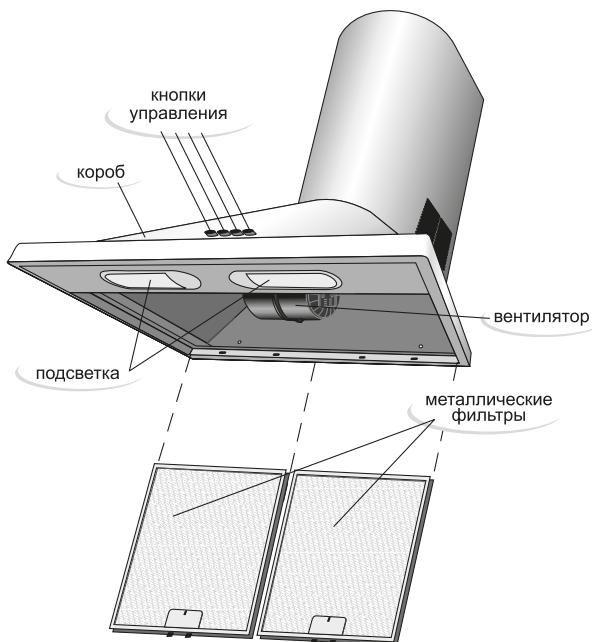
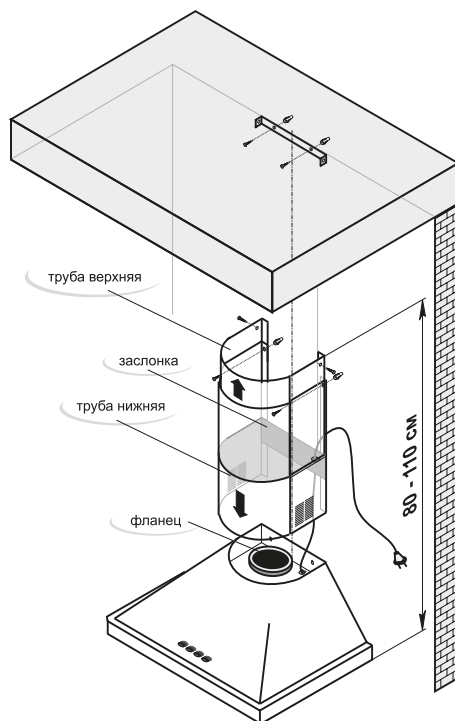

Рис. 1
Рис. 5
5.1 Внутри короба воздухоочистителя (рис. 1) располагаются вентилятор и узел подсветки. Снизу короб закрывается металлическим фильтром. На передней поверхности короба расположены кнопки управления работой воздухоочистителя. В верхней полости короба воздухоочистителя (рис.5) находится фланец для отвода очищенного воздуха.
**ВНИМАНИЕ:** МИНИМАЛЬНОЕ РАССТОЯНИЕ МЕЖДУ ПЛОСКОСТЬЮ УСТАНОВКИ ПОСУДЫ НА ПЛИТУ (НАГРЕВАТЕЛЬНОЙ ПОВЕРХНОСТЬЮ) И ВОЗДУХООЧИСТИТЕЛЕМ ДОЛЖНО БЫТЬ 75 СМ. ВОЗДУХООЧИСТИТЕЛЬ КРЕПИТЬ НА РОВНУЮ ПОВЕРХНОСТЬ (РИС.5)!